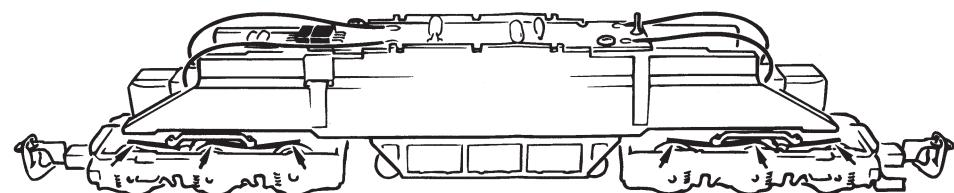

Fig. 10
5. Kohlebürstenwechsel: Lokgehäuse abnehmen (Fig. 3). Danach werden die **Kohlebürsten** bzw. der Motor ausgewechselt (Fig. 10).
5. Remplacement des balais du moteur: Démontez la caisse (voir fig 3). Démontez ensuite le moteur et échangez le balais ou le moteur (fig. 10).
5. Het vervangen van de koolborstels: Loc-kap verwijderen (Fig. 3). Daarna tilt u de motor eruit en kunt u de borstels vervangen (Fig. 10).